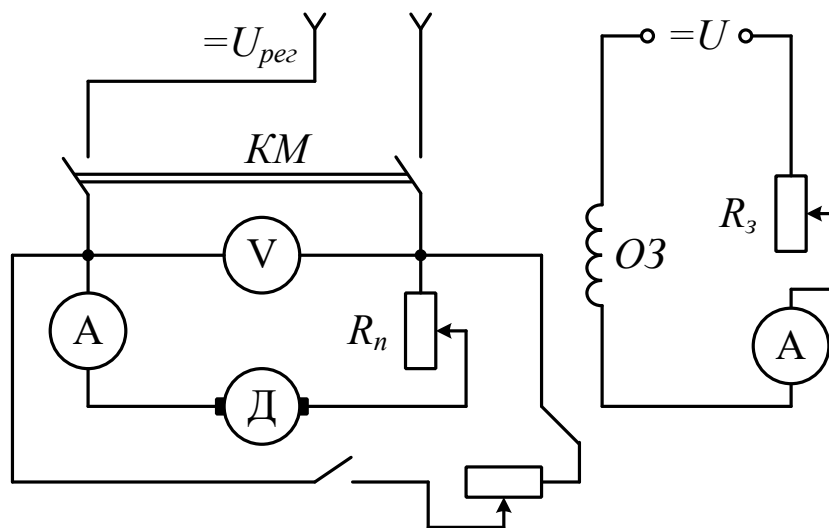

Рисунок 4.1
2.1 Складіть схему експерименту (рисунок 4.1) і запросіть викладача для перевірки.